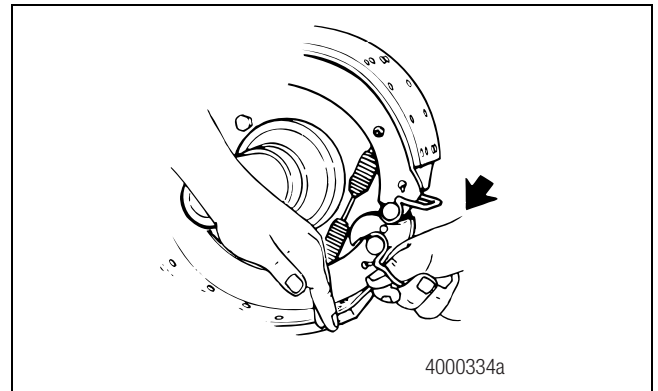

Figura 3.3
1. Empuje HACIA ABAJO la zapata que está en el fondo. Jale el clip de retención del rodillo de la zapata del freno para retirar el rodillo que está en el fondo. Figura 3.3.